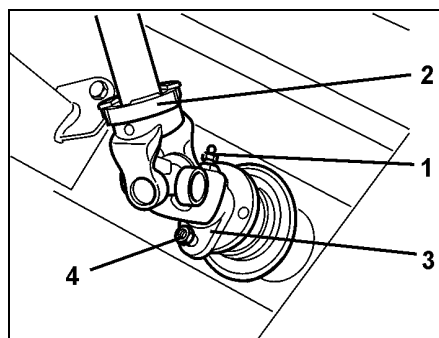

Fig. 37
5. Løsne smøreniplene (Fig. 37/1) og sett på kraftoverføringsakselen (Fig. 37/2).
6. Fest koblingsnavet (Fig. 37/3) med en brytebolt (Fig. 37/4).
7. Skru fast smørenippelen (Fig. 37/1).